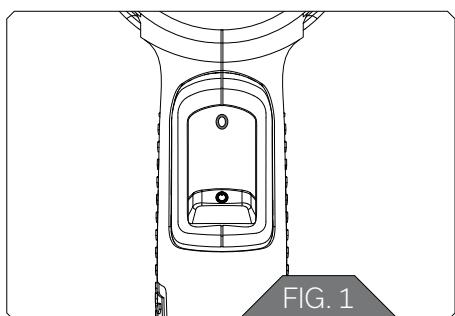

FIG. 1
Avant de brancher la fiche au secteur, assurez-vous que le commutateur est en position « 0 » (FIG. 1)
Mettez le commutateur sur 0. (FIG. 1)
3. Empêchez tout démarrage involontaire. Assurez-vous que l'interrupteur est en position d'arrêt (fig. 1) avant de brancher à la source d'alimentation, de ramasser ou de transporter le décapeur thermique. Porter un décapeur avec votre doigt sur l'interrupteur ou sous tension avec l'interrupteur en marche est un comportement pouvant engendrer des accidents.